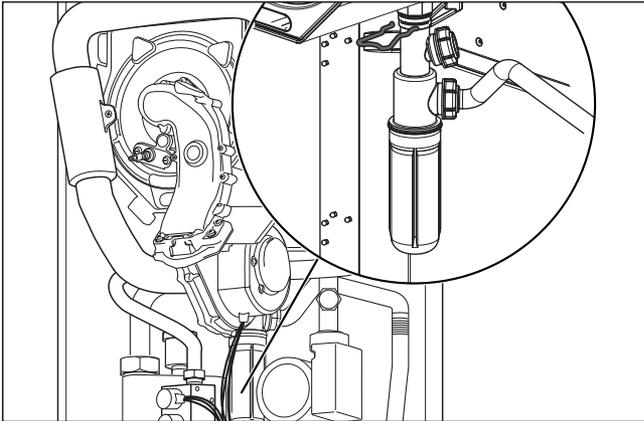

Abb. 7.5 Kondenswassersiphon reinigen
- Schrauben Sie das Unterteil (1) des Kondenswassersiphons ab (siehe Abb. 7.5).